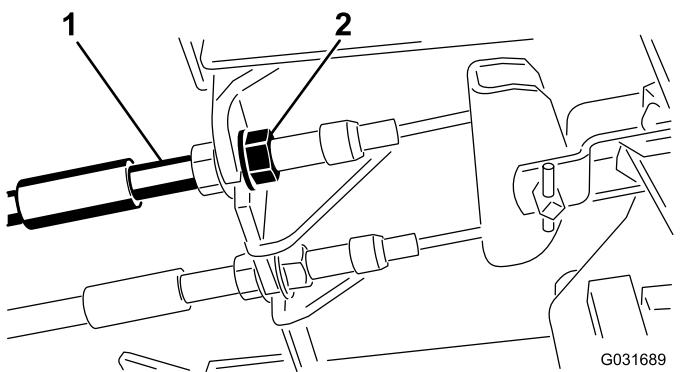

Рисунок 56
1. Чтобы уменьшить свободный ход тормозных pedalей, затяните тормоза, ослабив переднюю гайку на резьбовом конце троса тормоза (Рисунок 56).